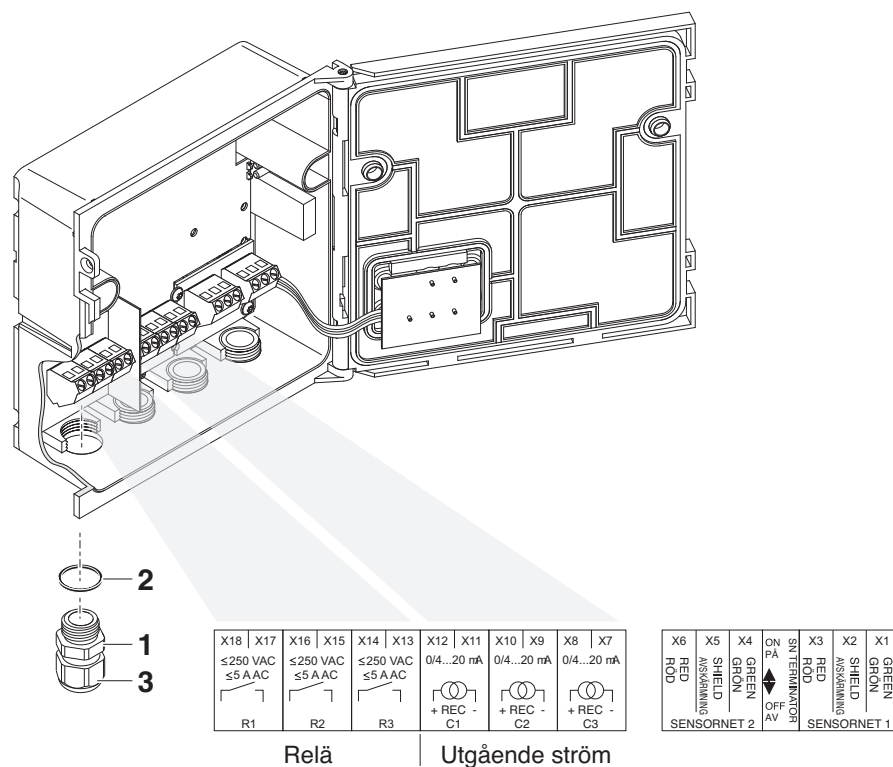

Fig. 3-1 Uttagslist med relä och strömanslutningar
- 2 | Skruva fast packboxen (pos. 1 i Fig. 3-1) med tätningringen (pos. 2) in i modulhuset.
- 3 | Lossa kopplingsringen (pos. 3 i Fig. 3-1).
6 | Dra åt kopplingsringen (pos. 3 i Fig. 3-1).